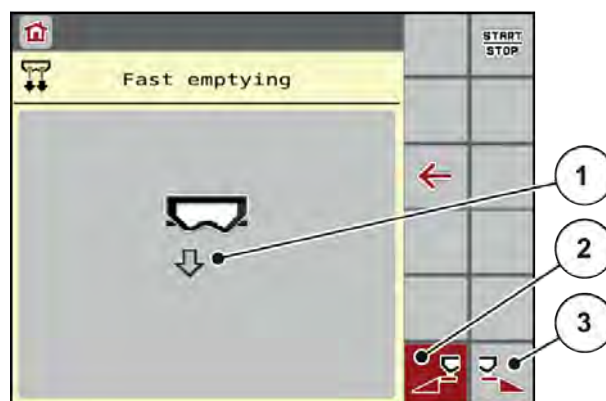

Рис. 17: Меню Fast emptying - Быстрая разгрузка
*На дисплее отобразится выбранная секция рабочей ширины в виде символа (Рис. 17, позиция [3]).*